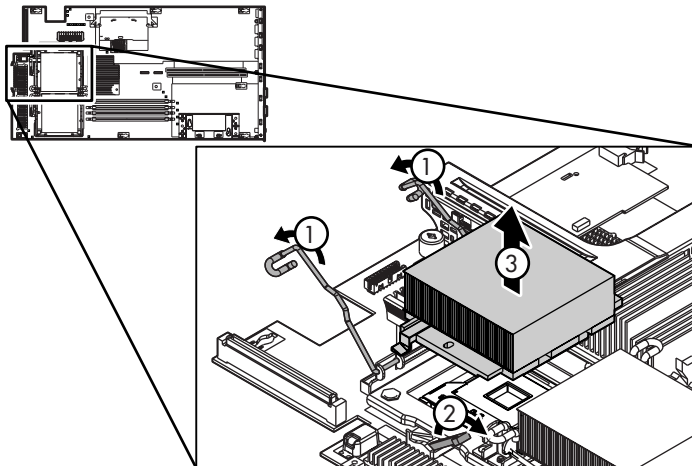

Figura 71 Libere los clips de sujeción del procesador y levante la palanca de bloqueo.
5. Libere los clips de sujeción del procesador situados a ambos lados del conjunto del procesador (1) (Figura 71).
6. Desconecte el procesador del conector levantando y girando la palanca de bloqueo unos 180 grados (2).